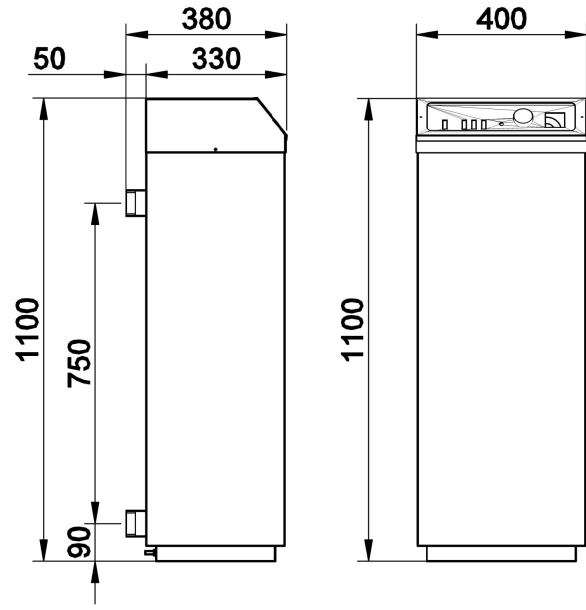

Рисунок 1 - Апарат електричний водогрійний КЕО-45-60/400-Б
5.1 КЕО є конструкцією, що складається з окремих вузлів, розміщених в сталевому корпусі форми паралелепіпеда (рис. 1). Корпус сприймає навантаження, які виникають при експлуатації і транспортуванні.